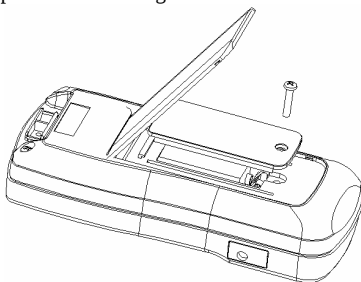

Figura 9. Reemplazo de batería
1. Afloje los tornillos con un desarmador adecuado y remueva la cubierta de la batería como en la Figura 9